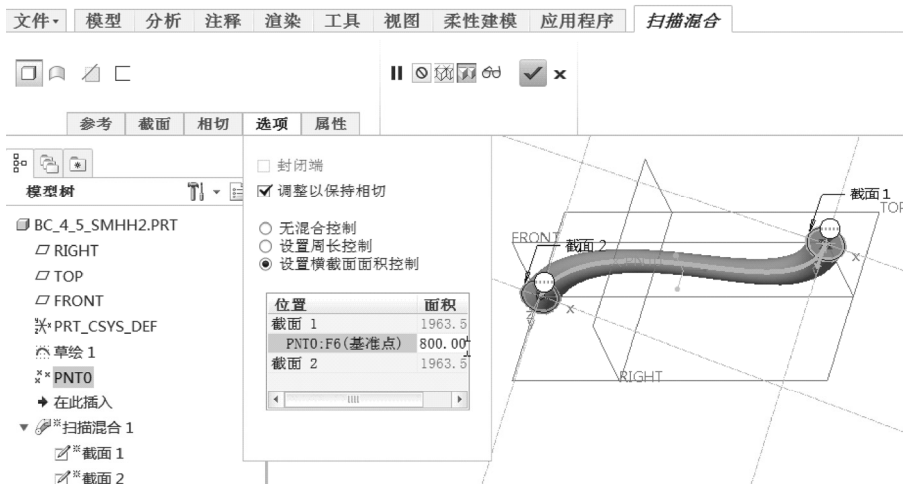

图 4-115 更改新截面的面积
5) 在“位置”收集器下边缘拖动滑块, 找到“面积”列并单击相应单元格, 然后更改该新截面的面积, 如图 4-115 所示, 选定点处的扫描混合面积会更新为新值。